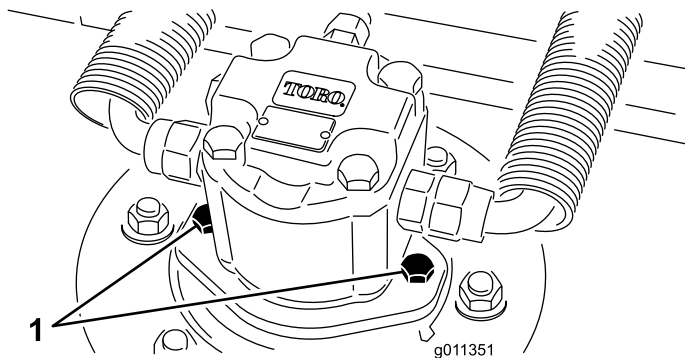

Figura 61
2. Desconecte el motor hidráulico y retírelo de la carcasa (Figura 61). Tape la parte superior del eje para evitar la contaminación.
4. Instale el motor hidráulico en la carcasa (Figura 61). Asegúrese de que la junta tórica está correctamente colocada y que no está dañada.